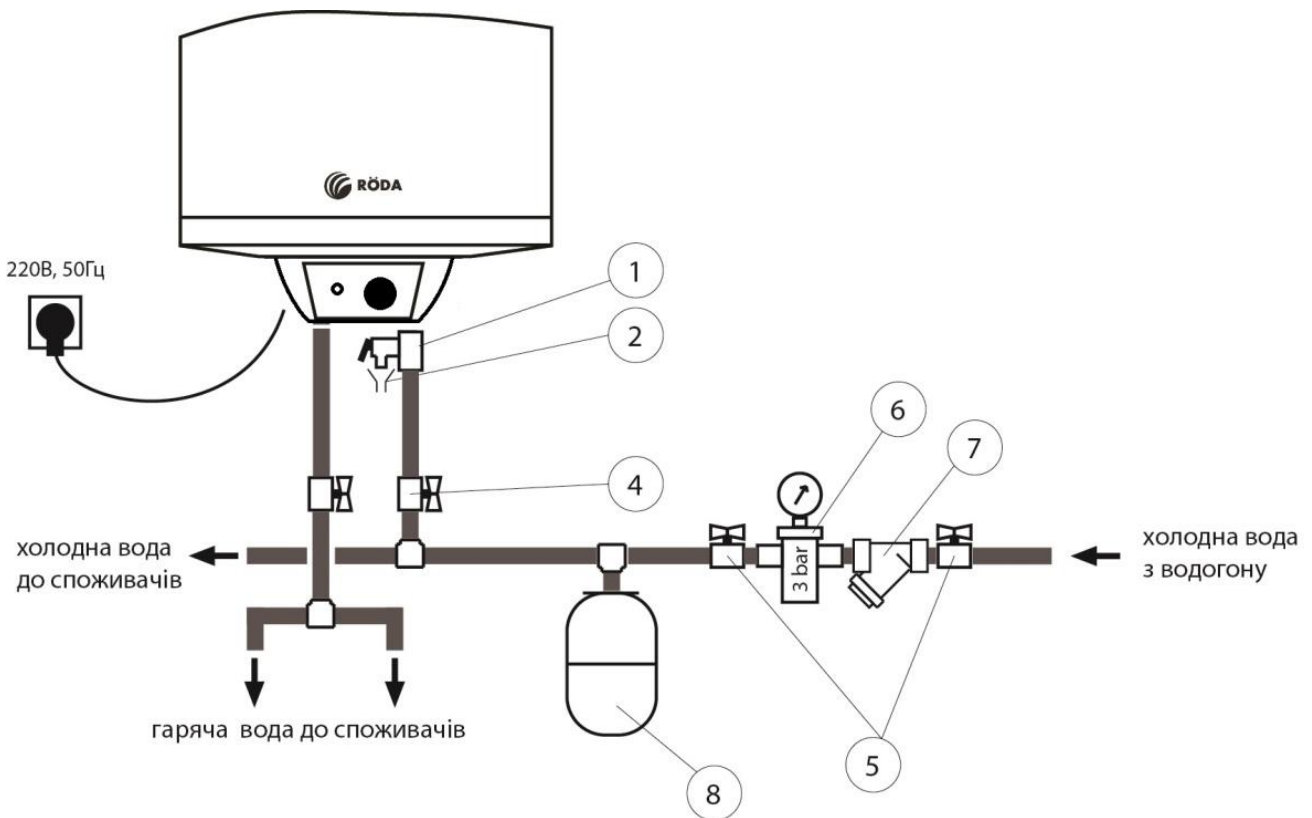

Рис.4 – Схема підключення до водогону
До патрубка викиду води з запобіжного клапану слід підключити гнучку трубку та вивести її до каналізації. При перевищенні максимального робочого тиску води в водонагрівачеві, запобіжний клапан відкриється та зіллє деяку кількість води в каналізацію. При цьому тиск у водонагрівачеві зменшиться. Запобіжний клапан захистить ваш водонагрівач від виходу із ладу при перевищенні тиску. Запобіжний клапан також виконує функцію зворотнього клапану, він не дозволяє воді з приладу витікати в мережу холодного водопостачання. Тому встановлювати запобіжний клапан потрібно тільки на вході холодної води під нагрівачем, як показано на рис. 4.
Відсічні крани 4 (див рис.4) призначені для відключення водонагрівача при проведенні робіт з ремонту або технічного обслуговування.
• Під час нагріву води з отвору викиду води запобіжного клапана може надходити вода. Це нормальне явище. Однак, у випадку великих витоків слід зв'язатися з фахівцями з технічного обслуговування. Отвір викиду води із запобіжного клапану ні за яких обставин не повинен бути заблокований, в іншому випадку це може призвести до виходу водонагрівача з ладу. При частому спрацюванні запобіжного клапану необхідно проконтролювати тиск холодної води на вході і якщо він перевищує 3 бари встановити редуктор тиску та розширювальний бак (див рис.4).